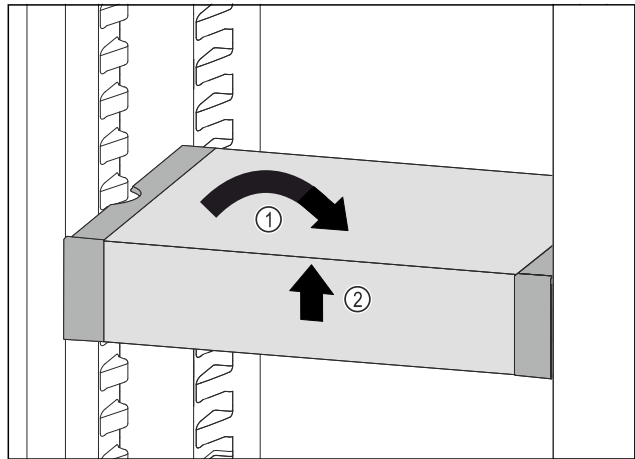

Fig. 91
- ▶ VarioSafe gerade stellen. Fig. 91 (1)
- ▶ VarioSafe vorne anheben. Fig. 91 (2)